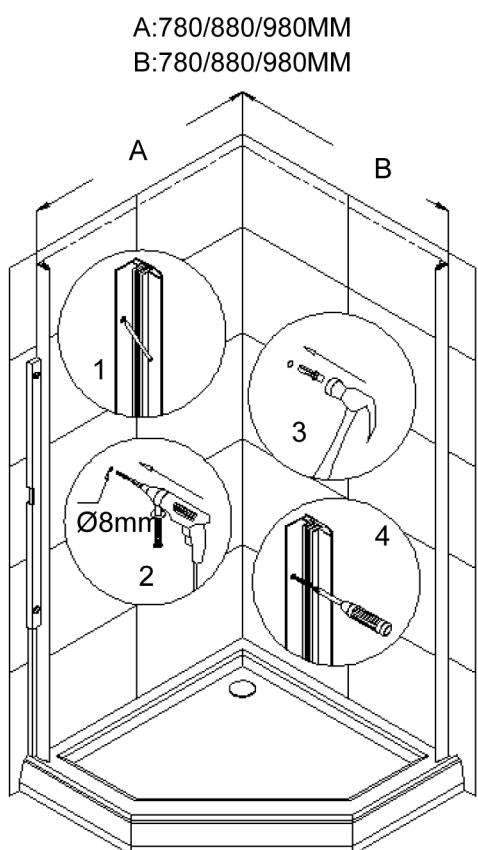

Рис. 3
3. Прислоните **Стенной профиль (01)** к стене на расстоянии 985мм от угла до наружней стенки профиля. Разберите **Стенной профиль** и отметьте отверстия на стене сквозь отверстия в **Стенном профиле (01)**. Уберите **Стенной профиль** в сторону, просверлите отверстия используя сверло диаметром  $\varnothing=8\text{мм}$  и вставьте **Дюбеля (08)**. Во избежание потенциальной течи, нанесите слой герметика вдоль отверстий на стене. Снова поместите **Стенной профиль** обратно на **Поддон (21)** и зафиксируйте **Стенной профиль** к стене **Шурупами с полукруглой головкой ST4.2x30 (11)**. Также установите другой **Стенной профиль**. (Рис. 3)